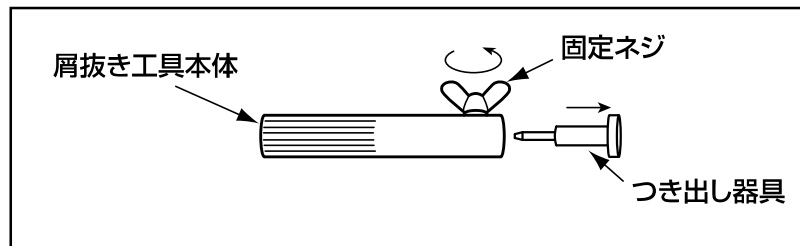

図32
1.付属のドリル屑抜き工具の固定ネジをゆるめ、つき出し器具をはずします。 図32 参照